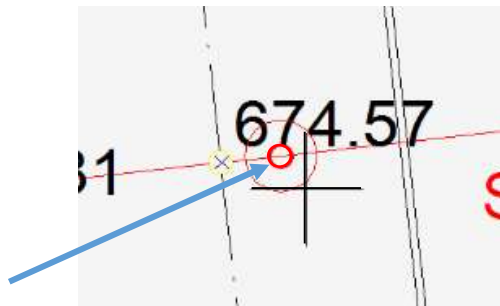
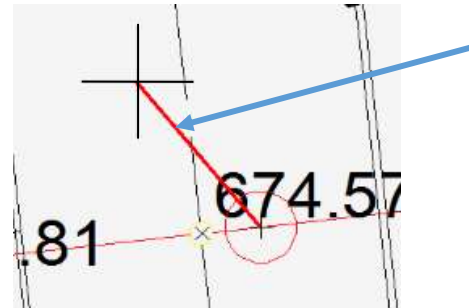

Abbildung 5
Abbildung 6
Schritt 3: Begonnen wird evtl. an einem Ende der zu bauenden Leitung, von oben nach unten oder unten nach oben. Dazu muss das Fadenkreuz mit der Maus in Richtung Schachtrand bewegt werden, bis das Zentrum durch einen runden roten Kreis markiert wird (Abb. 5). Sobald der rote Kreis angezeigt wird, mit der linken Maustaste klicken. Nun sieht man, dass sich ab dem Mittelpunkt des Schachtes zum Fadenkreuz (Mauszeiger) eine Linie aufbaut (Abb. 6).